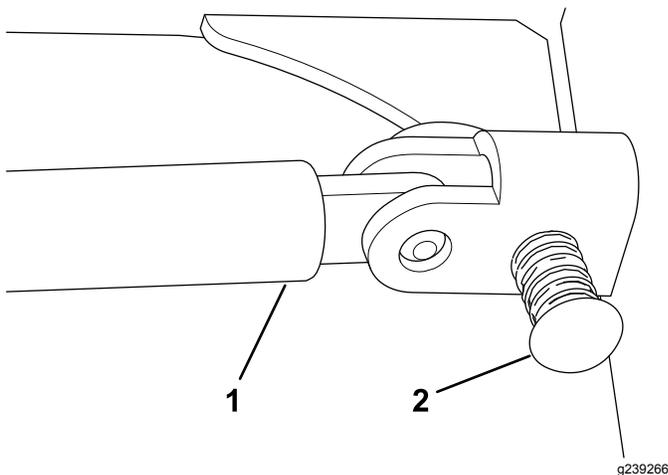
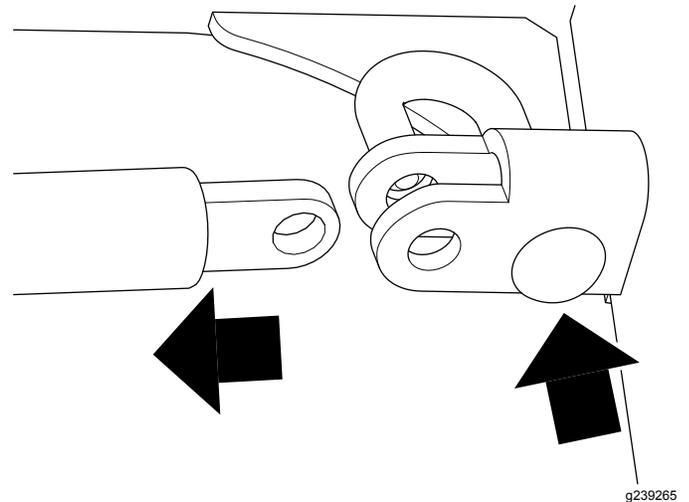

Figura 12
Figura 13
1. Empurre o pino da mola para cima e puxe a haste para fora do suporte (Figura 12 e Figura 13).